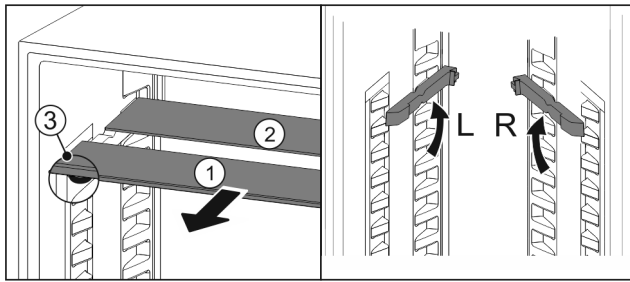

Fig. 61
- ▶ Retire las planchas de cristal individualmente hacia delante Fig. 61 (1).
- ▷ La placa de vidrio Fig. 61 (1) con moldura está situada delante.
- ▷ Los topes Fig. 61 (3) miran hacia abajo.